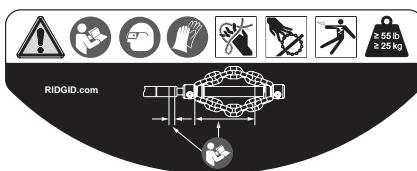

Figura 3 – Etiqueta de advertencia
- La etiqueta de advertencia está presente y se puede leer. Vea la Figura 3.